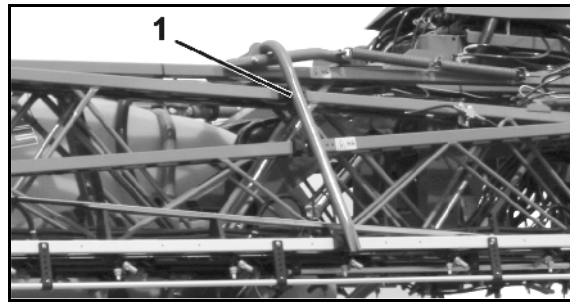

Fig. 9
- Transportverriegelung (Fig. 9/1) am Super-L-Gestänge gegen ungewolltes Ausklappen